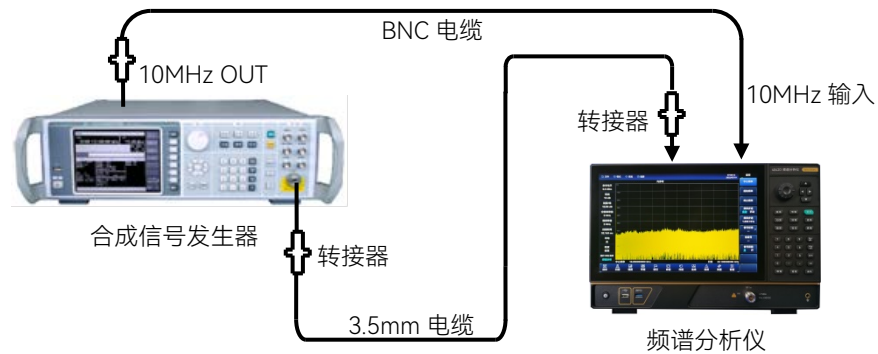

图 15.6 分辨率带宽测试设置
- 1) 如图 15.6 连接测试仪器。信号发生器为频谱分析仪提供频率参考；